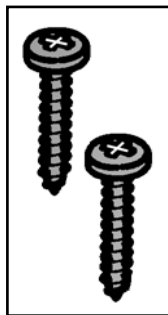

Fig. 3
- Nr. 2 viti per truciolare 4,5×16 mm per fissaggio frontale della confezionatrice al mobile (Fig. 3).